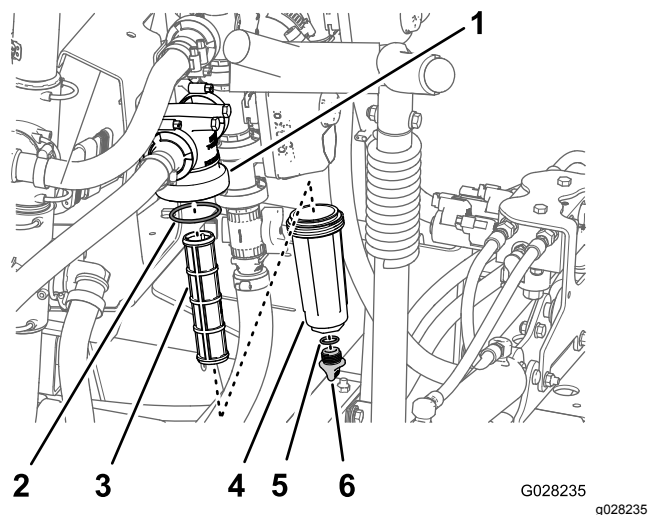

Рисунок 101
2. Поместите сливной поддон под фильтр линии нагнетания (Рисунок 101).
3. Поверните маслосливную пробку против часовой стрелки и снимите ее со стакана фильтра линии нагнетания (Рисунок 101).
4. Поверните стакан против часовой стрелки и снимите его с головки фильтра (Рисунок 101).
5. Извлеките старый элемент фильтра линии нагнетания (Рисунок 101).
6. Проверьте уплотнительное кольцо сливной пробки (расположенное внутри стакана) и уплотнительное кольцо стакана (расположенное внутри головки фильтра) на повреждения и износ (Рисунок 101).
7. Вставьте новый элемент фильтра линии нагнетания в головку фильтра (Рисунок 101).
8. Установите стакан на головку фильтра и затяните вручную (Рисунок 101).
- Установите пробку в стакан и затяните ее от руки (Рисунок 101).